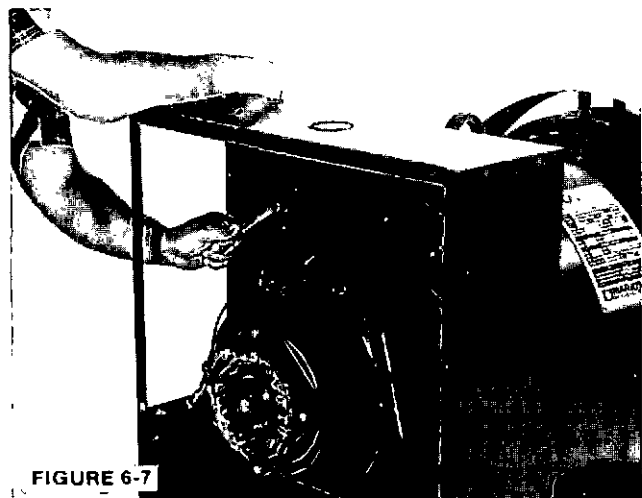

FIGURE 6-7
3. Dévisser les vis fixant la boîte à bornes (Figure 6-7.)
4. Enlever la boîte à bornes (figure 6-7).